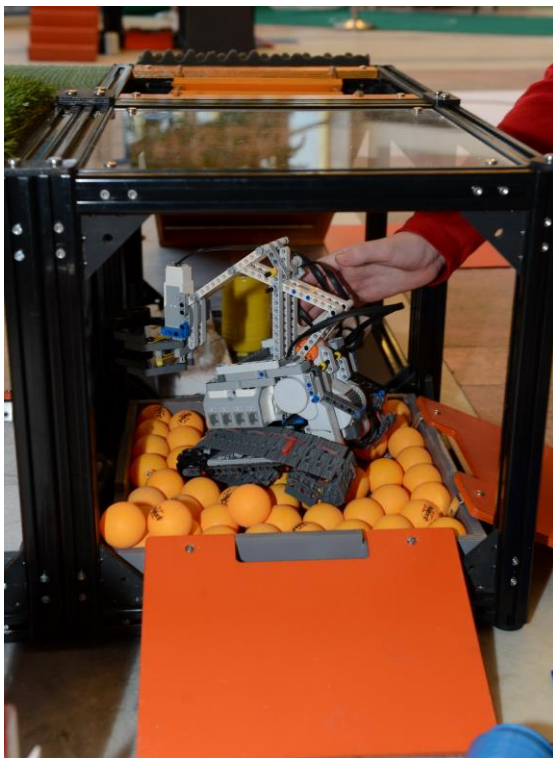

Рисунок 5 - «Шарики»
- 1.5.4. Участок, представляющий собой **короб с шариками для тенниса** – в короб насыпано 15-20 пластиковых шариков для пинг-понга (диаметр 40 мм) в один слой (рисунок 5). Габариты короба 340x340x40.